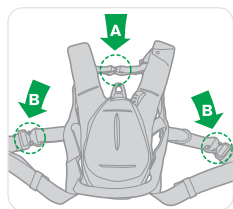

Figur 10
- Öppna snabbspännarna på bröst- och benremmarna (se Figur 10).